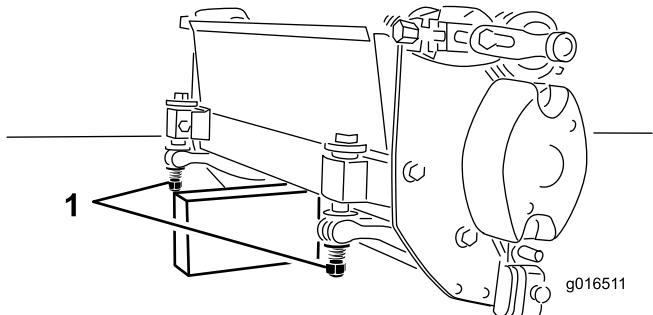

Figure 6
Chaque fois que le plateau de coupe doit être basculé pour exposer la contre-lame/le cylindre, utilisez la béquille pour supporter l'arrière du plateau et empêcher ainsi les vis de réglage de la contre-lame de reposer sur la surface de travail (Figure 6).
2. Basculez le plateau de coupe pour exposer la contre-lame et le cylindre. Vérifiez que les écrous au bout des vis de réglage de la contre-lame ne reposent pas sur la surface de travail (Figure 6).
Important: Chaque fois que le plateau de coupe doit être basculé pour exposer la contre-lame/le cylindre, utilisez la béquille pour supporter l'arrière du plateau et empêcher ainsi les vis de réglage de la contre-lame de reposer sur la surface de travail (Figure 6).